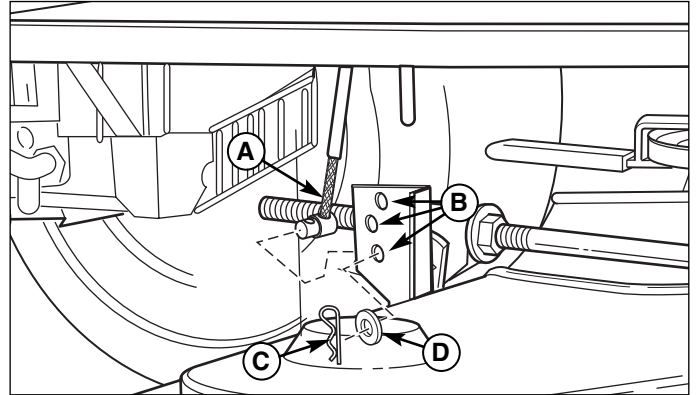

Figure 49. Réglage de hauteur de coupe
1. Déposer la goupille (C, Figure 49) et la rondelle (D) de la broche du câble de levage (A).
2. Choisir l'un des autres trous (haut, milieu ou bas) pour la broche du câble de levage (A).
3. Introduire la broche du câble de levage (A) dans le trou (B) choisi. Poser la rondelle (D) et la goupille (C).